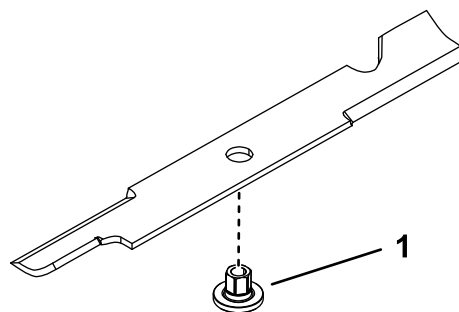

Figura 80
- Instale el casquillo a través de la cuchilla con la brida del casquillo en el lado inferior (lado del césped) de la cuchilla (Figura 80).